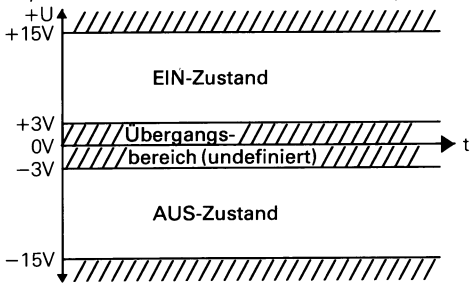

Abb. 4: Logikdefinition für Steuer- u. Meldeleitungen
- positiv, so herrscht der EIN-Zustand (vgl. Abb. 4)